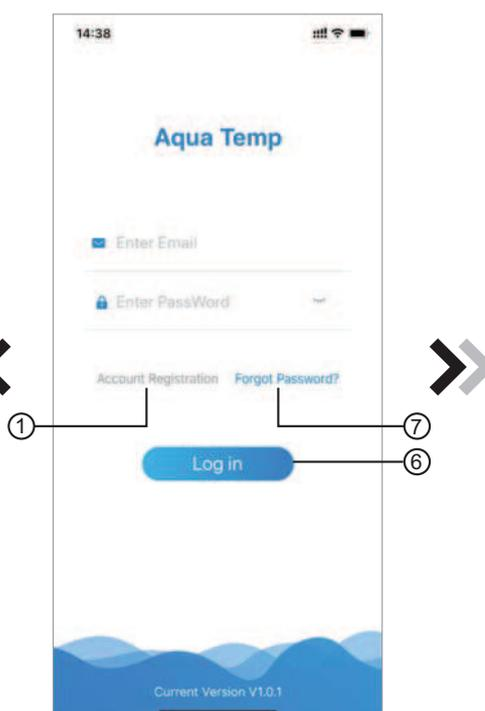
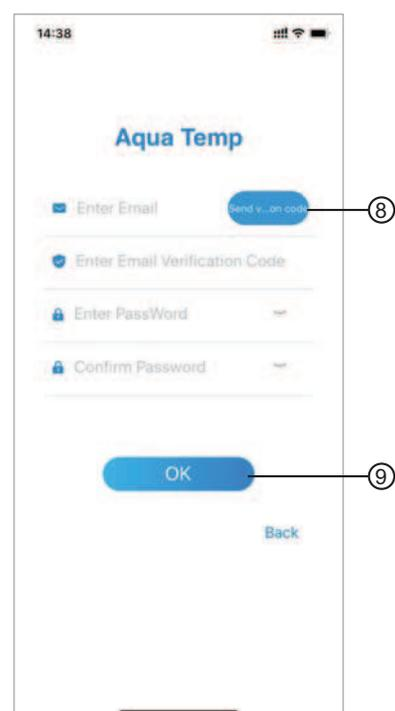

Fig.1 Interface de connexion
Fig.3 Interface 'Mot de passe oublié'
1. Enregistrement du compte: Pour enregistrer un compte, cliquez ① (Fig. 1) pour accéder à l'interface d'enregistrement de compte. Remplissez les informations pertinentes et cliquez ② pour recevoir le code de vérification. Une fois les informations de l'application complétées, cliquez ③ pour lire les détails de la politique de confidentialité, puis cliquez ④ pour accepter, et cliquez ⑤, l'enregistrement est terminé
2. Se connecter: Suivez les instructions à l'écran (Fig. 1), saisissez votre adresse e-mail et mot de passe, cliquez ⑥ et ⑥ passez à la liste des appareils;
3. Mot de passe oublié: En cas d'oubli de votre mot de passe, cliquez ⑦ (Fig. 1) pour passer à l'interface "Mot de passe oublié" (Fig. 3).